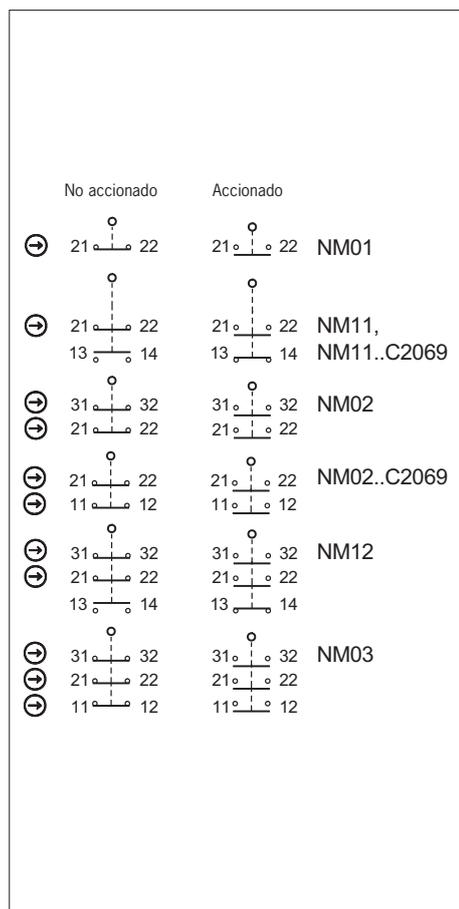

Fig. 5: Elementos interruptores y funciones de conmutación
Si el elemento actuador sale de la posición de reposo y entra en la posición final, se accionan los contactos de conmutación. En esta operación, se fuerza la apertura de los contactos de seguridad ⊖ (véase la Fig. 5).
Los estados de conmutación detallados de los interruptores se muestran en la Fig. 5. También se describen todos los elementos de conmutación disponibles.
Debe usarse como mínimo un contacto ⊖. Este señala la posición del resguardo (para la asignación de contactos, consulte la Fig. 5).
3. Apriete las conexiones y bornes con 0,5 Nm (para la asignación de contactos, consulte la Fig. 5).